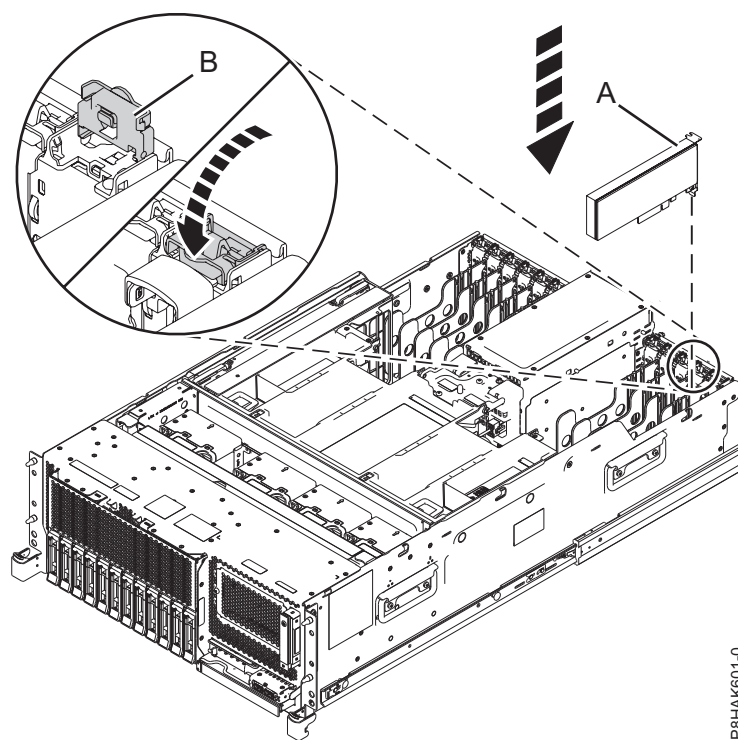
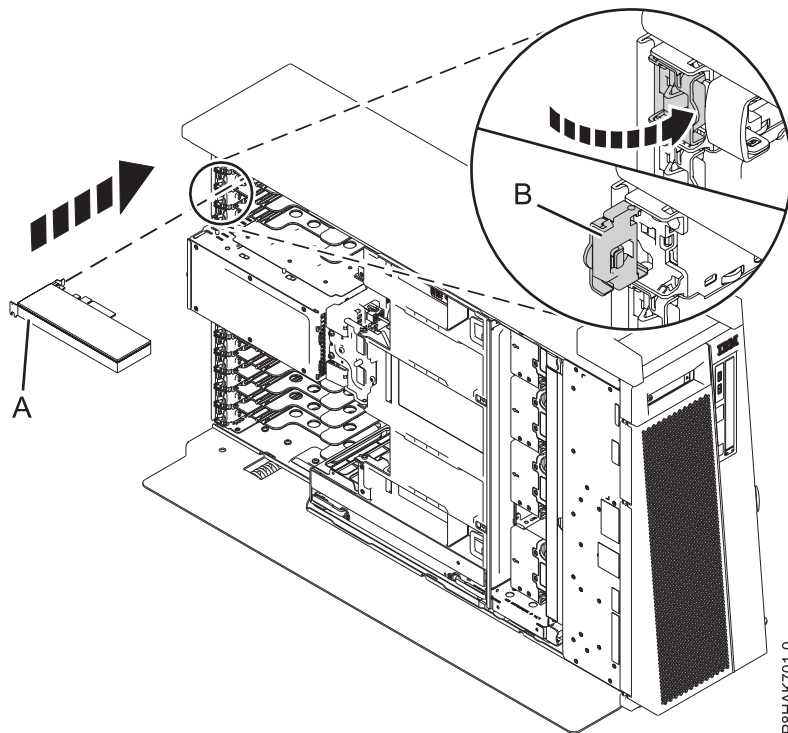

Figura 15. Instalar ou substituir um adaptador PCIe num sistema montado em bastidor
Figura 16. Instalar ou substituir um adaptador PCIe num sistema 8286-41A autónomo
6. Se a patilha do adaptador (**B**) na ranhura alvo não estiver na posição aberta, puxe a patilha para a posição aberta ao rodar a patilha para fora do respectivo clip na parte posterior do sistema, como demonstrado em Figura 15 na página 17 e Figura 16 na página 17.
7. Agarre cuidadosamente o adaptador pela respectiva aresta superior ou contraponto e alinhe o adaptador com a ranhura e o respectivo conector no painel posterior do sistema (**A**), conforme demonstrado em Figura 15 na página 17 e Figura 16 na página 17.
9. Para bloquear o adaptador na respectiva ranhura, rode a patilha do adaptador (**B**) na direcção demonstrada em Figura 15 na página 17 e Figura 16 na página 17.